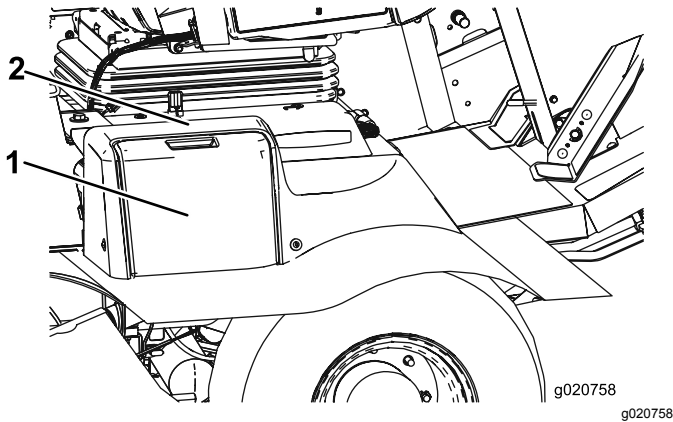

Figura 81
1. Abra la tapa de la batería (Figura 81). situada en el lado de la cubierta.
Nota: Presione hacia abajo sobre la superficie plana situada encima de la tapa de la batería para facilitar la apertura de la tapa (Figura 81).